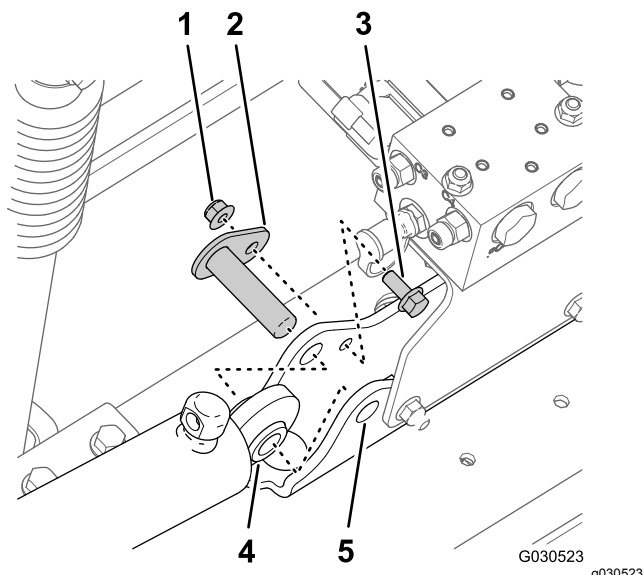

図 41
3. ピボットピンをシリンダマウントに固定しているフランジロックナット5/16"とフランジヘッドボルト5/16 x 3/4"を取り外す 図 41。
4. 機体から、ピボットピンと昇降シリンダを外す 図 41。